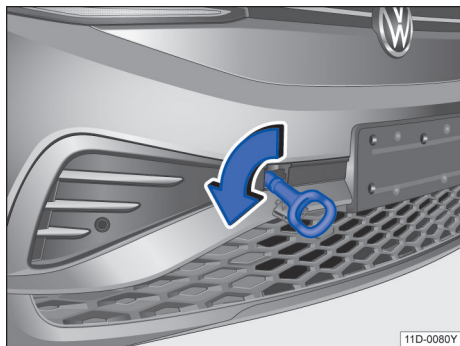

图 151 安装牵引环
- 将牵引环朝箭头方向拧入螺纹孔内，直到限位位置 → 图 151。